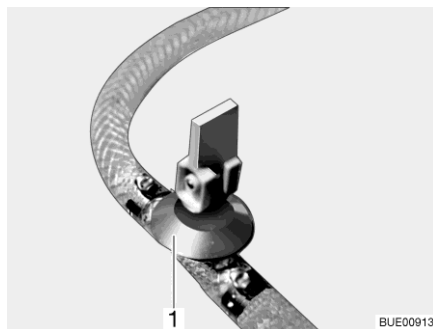

Fig. 151 Robinet de vidange
- Fermer le(s) robinet(s) de vidange. Placer le levier à bascule (Fig. 151,1) en position horizontale.
- Ouvrir le(s) robinet(s) de vidange (Fig. 151). Pour cela, placer le levier à bascule (Fig. 151,1) en position verticale. Le chauffe-eau se vide à l'extérieur.